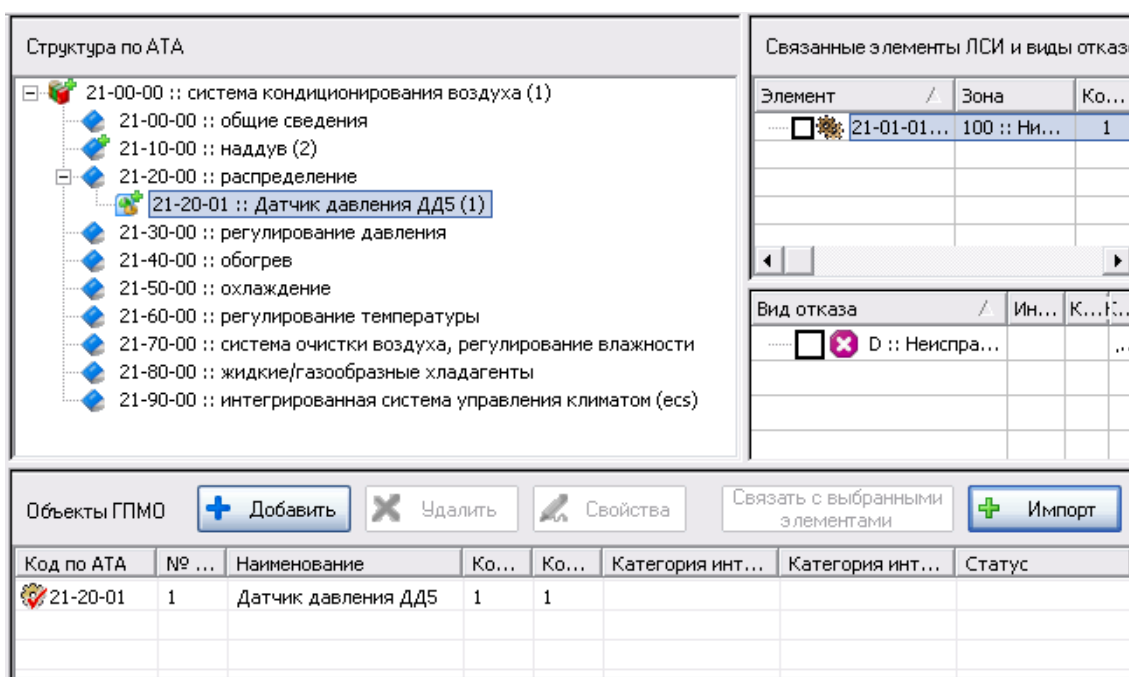

Рис. 11-9
3. В контекстном меню объекта ГПМО выберите **Перейти к элементу АТА**. После этого в структуре по АТА будет выделен элемент, с которым связан выбранный объект ГПМО, в правом верхнем окне отобразятся связанные элементы ЛСИ и виды отказов (рис. 11-9).